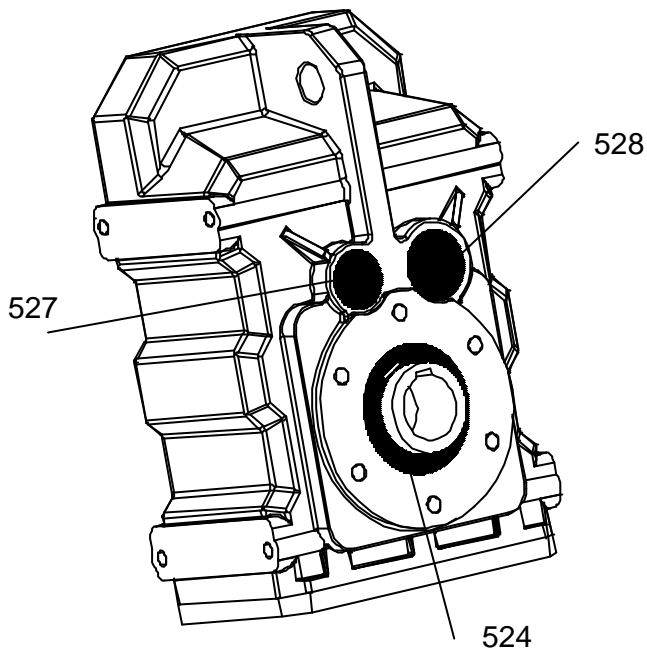

fig 18
1- Manteniendo el cuerpo con eje de salida hacia arriba se colocan los tapones de cierre (527 y 528) y el retén de salida (524) con el labio prelubricado cuidando que no dañe el mismo y respetando la correspondiente alineación con el cuerpo (Ver fig.18).